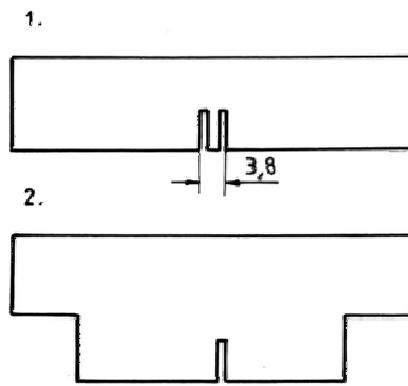
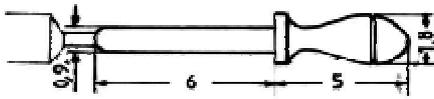
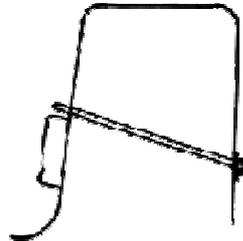

Abb. 16: Findung der Schablonenposition für
Abb. 17: Belegnagel mit Schablone.
Abb. 19: Feststellhaken an Kleinbohrmaschine.
8. Durch die genaue Mittellage der Nut ist es möglich, die Nut für die Kopierleiste auf die richtige Position zu bringen (Abb. 16). Zuerst wird an dem Musterstück durch eine Umschlagoperation das Maß 3,8 erzeugt. Dann wird das Musterstück durch den Tisch ersetzt und die Nut eingebracht. Die Nuttiefe wird so gewählt, daß die Kopierschablone um den Nageldurchmesser übersteht. Die hier angegebenen Maße sind ausgelegt auf den in Abb. 17 dargestellten Belegnagel mit der zugehörigen Kopierschablone.
Die Maschine ist ausgelegt zur Bearbeitung von drei Stück je Rohlingsspannung. Die Bearbeitung erfolgt mit drei Nadelfeilen, einer dreieckigen, einer runden und einer flachen. Die Schablonenstellung ist so gewählt, daß die dünne Seite zum Spannfutter zeigt, so daß die Auflage bis zum Abstich immer von dem verbleibenden Rohling übernommen wird (siehe Abb. 17). Eine günstige Drehzahl liegt innerhalb des unteren Bereichs der vorgeschlagenen Bohrmaschine. Was das Material anbelangt, so ist jedes eng gewachsene Schnitzholz verwendbar. Die auf Abb. 18 abgelichteten Belegnägeln sind aus Ebenholz gefertigt. Dieses Holz ist zwar gut geeignet, doch setzt der Werkstoff die Feilen schnell zu, so daß sie wiederholt mit einer Messingbürste gereinigt werden müssen. Die oben angesprochene Bearbeitungslänge (drei Stück) läßt sich vergrößern durch eine entsprechende Verlängerung des Tisches (Maß 60). Die durch die Kopierschablone entstehenden Durchmesser sind in geringem Maße beeinflussbar durch die Abweichung des Werkzeugs von der Waagerechten. Damit dem Bediener beide Hände zur Verfügung stehen, sollte man den Schaltknopf mit einer Feststellklammer versehen (Abb. 19). Sie besteht aus einem u-förmig gebogenen Draht, schwenkbar gelagert in einem angeklebten Röhrchen.